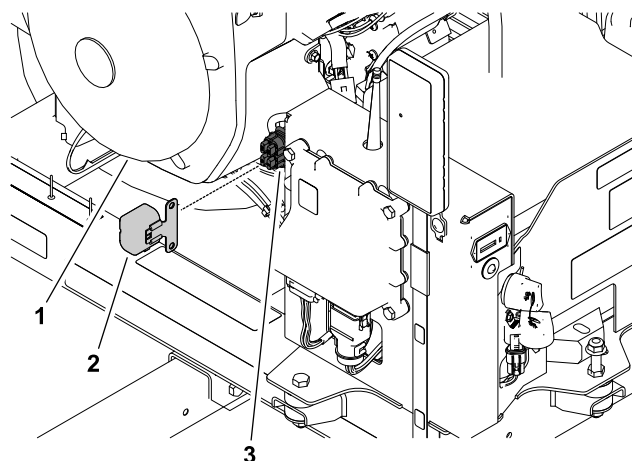

Figura 42
1. Na frente, no lado interior da torre de controlo, retire a cobertura do bloco de fusíveis (Figura 42).
2. Retire o fusível aberto do porta-fusíveis (Figura 42).
O bloco de fusíveis é uma parte da cablagem da máquina. Está localizado por detrás do recetor na parte direita da torre de controlo (Figura 42).